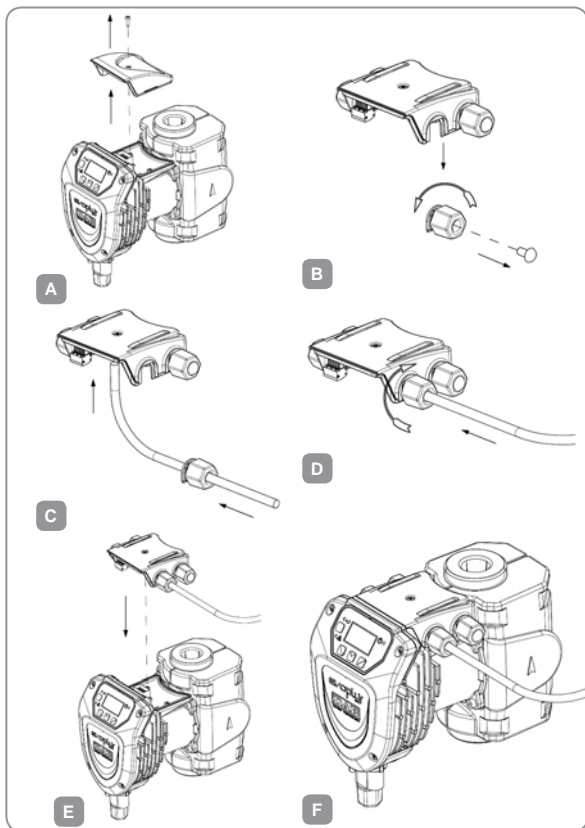

Figura 1: Procedura di installazione dei moduli di espansione
Per installare il modulo di espansione seguire le istruzioni riportate in Figura 1:
- Rimuovere la cover standard presente su **EVOPLUS SMALL** e conservare la vite di fissaggio. Figura 1: (A)
- Utilizzare uno o più pressacavi per effettuare le connessioni elettriche al modulo di espansione. Figura 1: (B) – (C) – (D)
- Posizionare il modulo di espansione al posto della cover standard e chiudere nuovamente. Figura 1: (E) – (F)